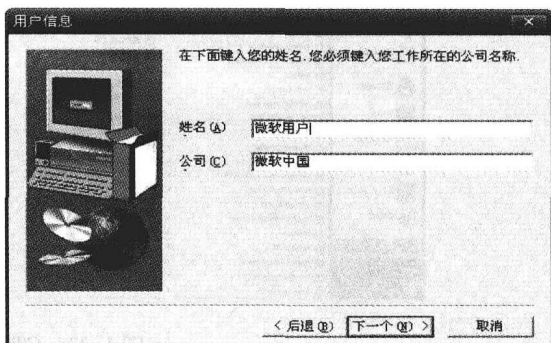
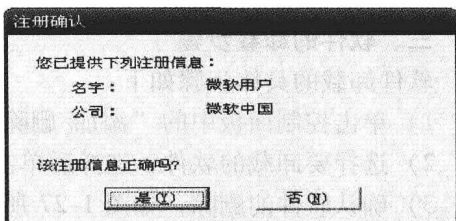

图 1-19 用户注册信息
图 1-20 注册信息确认
4) 单击“下一个”按钮以后出现如图 1-19 所示的界面，提示键入用户信息，这时可根据需要填写，并无特殊要求。单击“下一个”按钮出现如图 1-20 的用户信息确认界面。
5) 单击图 1-20 中的“是”按钮，出现如图 1-21 所示的界面，提示输入产品序列号。序列号信息，在相应光盘中会有一个命名为 SN.txt 的记事本文件，里面有相应的产品序列号，只需填写后单击“下一个”按钮即可。